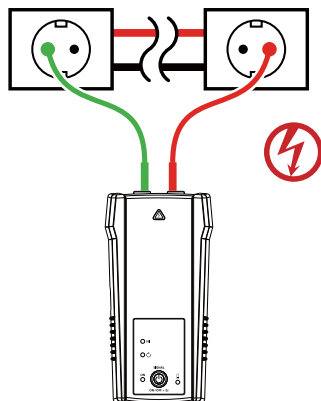

Fig. 3.1a: Korrekt forbindelse med separat neutral
2. Forbind det røde testkabel (tilbehør) til ledningen, der skal spores, strømførende eller ikke strømførende. På stikforbindelser skal du sørge for at forbinde testkablet til linjen/faseledningen. Ved strømførende systemer sendes signalet KUN imellem belastningssiden, som senderen er tilkoblet, og strømkilden. (se fig. 3.1a).